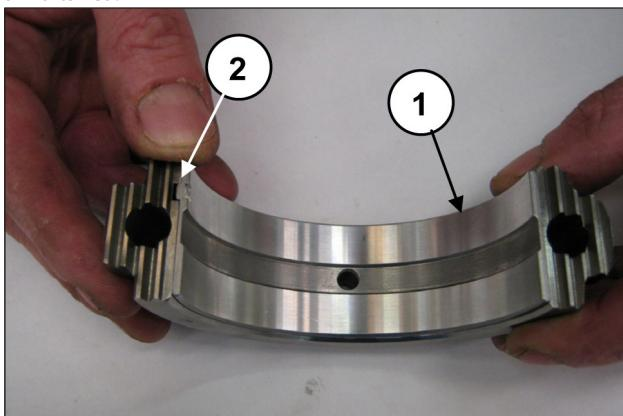

Fig. 67
Colocar los semicojinetes inferiores en los sombreretes (pos. ①, Fig. 67) y comprobar que la lengüeta de referencia de los semicojinetes esté dentro del alojamiento del sombrerete (pos. ②, Fig. 67).